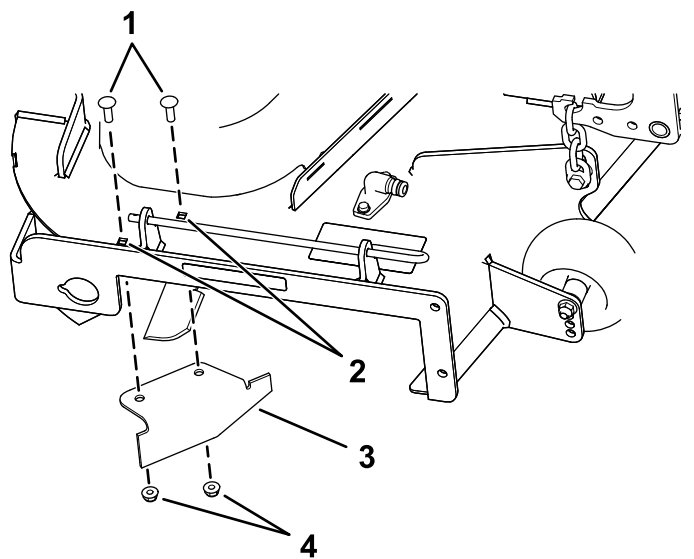

Figura 15
9. Localize o abafador de corte no saco das peças soltas e retire as fixações nos furos posteriores da placa de descarga (**Figura 15**).